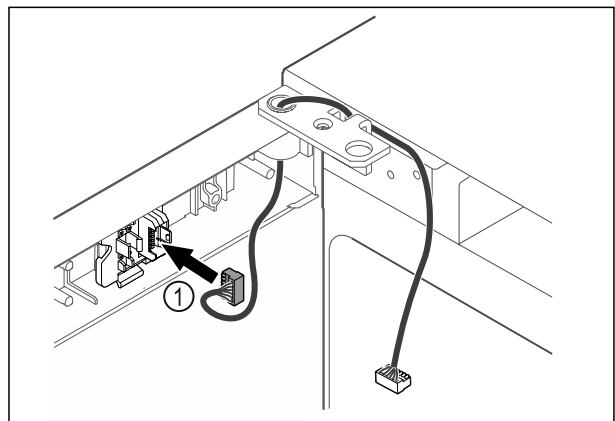

Fig. 38
- Stecker Fig. 38 (1) in Steckerhalterung einstecken.